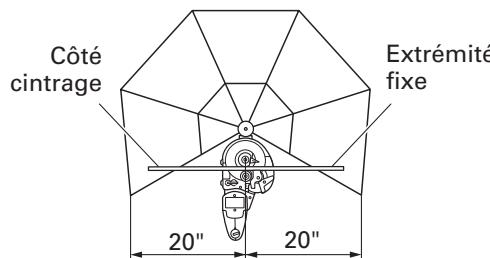

Fig. 20
- (1) Bien installer la protection anti-flèche pour cintrer des barres béton d'une longueur de cintrage et d'une longueur de fixation (dimension intérieure de la protection anti-flèche) égales à 20" moins (Fig. 20)